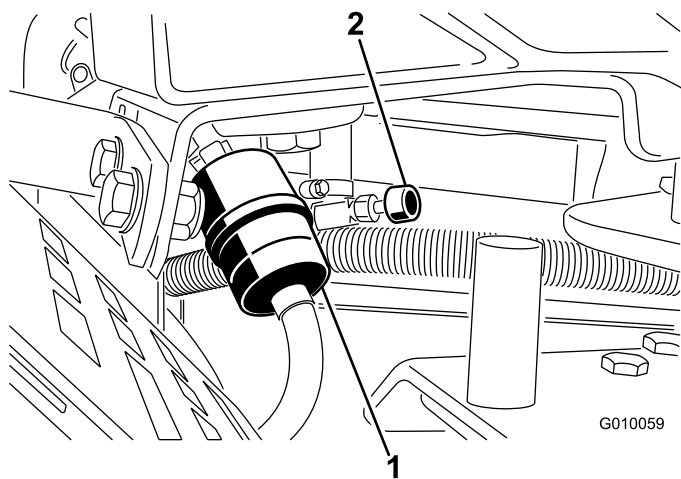

Figure 50
2. Fermez le robinet d'arrivée de carburant (Figure 50).
3. Pincez les extrémités des colliers et éloignez les colliers du filtre (Figure 50).
5. Posez un filtre neuf et rapprochez les colliers de fixation du filtre (Figure 50).
7. Ouvrez le robinet d'arrivée de carburant (Figure 50).
3. Desserrez le collier de serrage au niveau du filtre à carburant et éloignez-le du filtre en le poussant le long de la conduite de carburant (Figure 50).
4. Débranchez la conduite d'arrivée du filtre à carburant (Figure 50). Ouvrez le robinet d'arrivée de carburant et faites couler le carburant dans un bidon ou un bac de vidange.
5. Raccordez la conduite de carburant au filtre. Rapprochez le collier de serrage du filtre pour fixer la conduite de carburant (Figure 50).